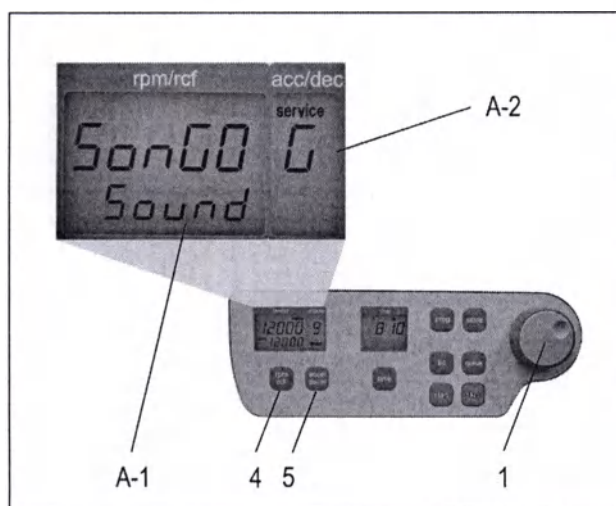

Рисунок 6
Действуйте как описано в п. 1.8.1, чтобы войти в программный режим, и затем нажмите кнопку «accel/decel» [ускорение/замедление] (5). На дисплее «accel/decel» [ускорение/замедление] (A-2) появится слово «service» [обслуживание]. Теперь выберите букву "G" с помощью верньера (1). В результате на дисплее «rpm/rcf» [об/мин / центробежное ускорение] (A-1) появятся слова «SonGo/Sound». Если Вы нажмете кнопку «rpm/rcf» [об/мин / центробежное ускорение] (4), то сможете выбрать мелодию, вращая верньер (1) (см. Рисунок 6).